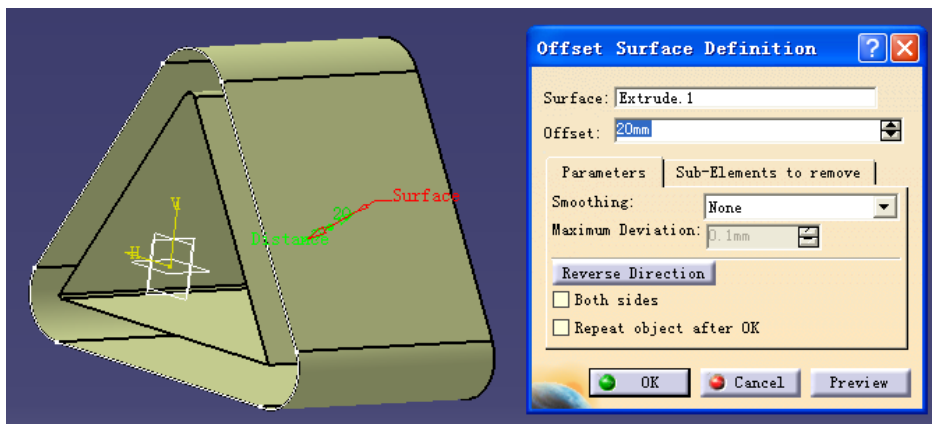

图 4-33
(2) 点击 。Offset 栏中输入要偏移的距离，按 Reverse Direction 键时，可选择方向（见图 4-33）。